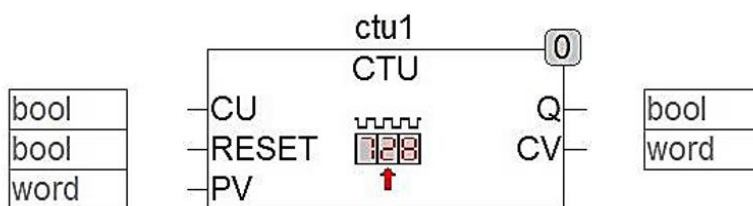

Рисунок 6.5 – Инкрементный счётчик CTU
Инкрементный счётчик. Инкрементный счётчик (CTU) – это счётчик, который ведёт счёт на увеличение. Данный счётчик имеет 3 входа и два выхода (рис. 6.5). Принцип работы следующий: при подаче сигнала на вход CU счётчик считает этот импульс и запоминает его ($CV = 1$). С последующей подачей импульсов на вход счётчика выход CV меняет свое значение на единицу больше (+1). При достижении счётчиком уставки (PV), выход счётчика (Q) даёт логическую единицу и сохраняет сигнал. При подаче сигнала на вход RESET счётчик обнуляется ($CV = 0$, $Q = \text{FALSE}$). *Примечание:* счётчик работает только до достижения максимального значения используемого типа данных (WORD). Переполнения не происходит.